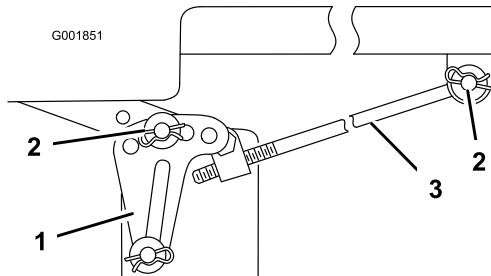

Figura 57
Nota: Antes de retirar el cortacésped, anote los taladros usados para los soportes de nivelación (Figura 57).
5. Retire el pasador de horquilla y la arandela de la varilla de ajuste (Figura 57) en cada lado del cortacésped.
6. Retire el pasador y la arandela del soporte de nivelación del cortacésped (Figura 57) en cada lado del cortacésped. Observe en qué taladro está montado el soporte para instalaciones futuras. Retire los soportes del perno de montaje.
- Conecte la varilla de ajuste a la máquina con la arandela y el pasador de horquilla (Figura 57) en cada lado del cortacésped.
- Deslice los soportes de nivelación sobre los pernos de montaje y fíjelos con las arandelas y los pasadores (Figura 57).